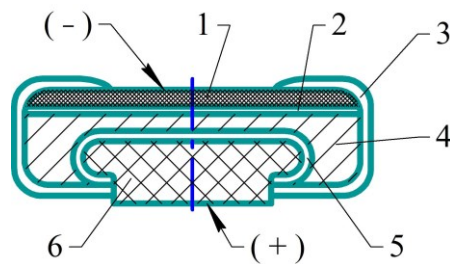

Рисунок 2.6 – Манганово-цинковий елемент галетного типу:
**Манганово-цинковий елемент галетного типу** (рис. 2.6). У цій конструкції елемента електрохімічний процес є таким самим, як і в елементі циліндричного типу, але відсутність вугільного електрода дає змогу виготовляти елемент більш компактним.